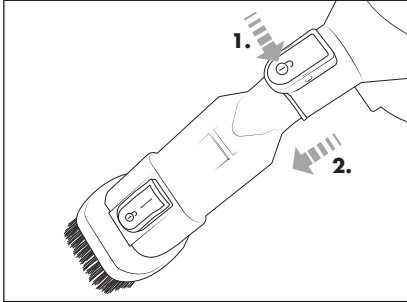

Bild 9
- ◆ För att ta bort 2-i-1-kombiborsten **8** från dammsugaren ska upplåsningsskruven **17** hållas intryckt. Dra sedan loss 2-i-1 kombiborsten **8** från dammsugarens sugöppning (se bild 9).